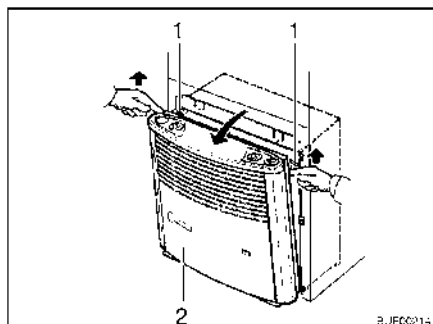

Fig. 113 Extraer el revestimiento de la calefacción
- Retirar el revestimiento de la calefacción (Fig. 113,2). Para ello, tirar hacia adelante la parte superior del revestimiento, presionar los muelles de sujeción (Fig. 113,1) a los lados hacia arriba y abatir el revestimiento hacia adelante.